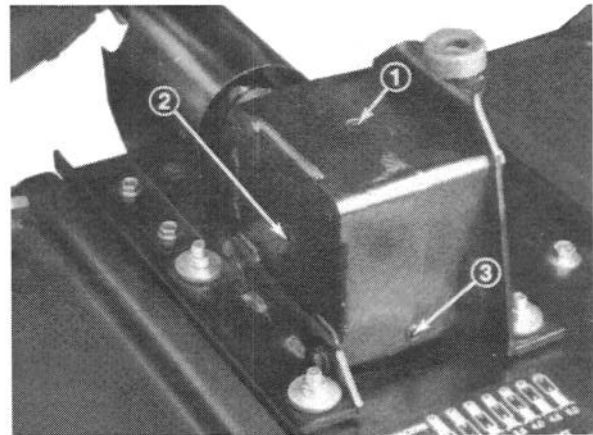

Figure 8
2. Positionner la machine et l'unité de coupe sur une surface horizontale et abaisser l'unité de coupe. Enlever le bouchon de contrôle sur le côté du boîtier d'engrenages (Fig. 8) et s'assurer que l'huile atteint la base du trou. Si le niveau est bas, enlever le bouchon de remplissage en haut du boîtier et faire l'appoint avec de l'huile pour engrenages SAE de viscosité 80-90 jusqu'à ce que le niveau atteigne la base du trou latéral.